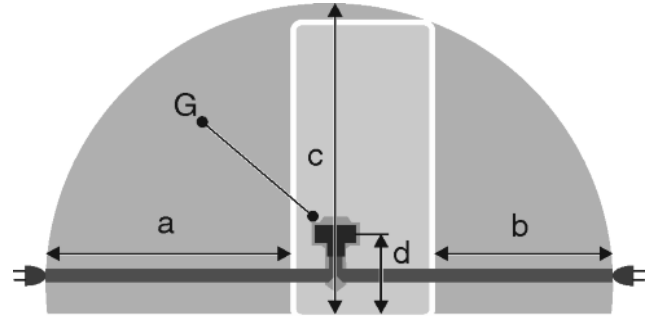

Fig. 27
- La prise de courant est en dehors de la zone postérieure de l'appareil dans la zone concernée. Fig. 27 (a, b, c)
- ▶ Introduire la la fiche de l'appareil Fig. 27 (G) au dos de l'appareil. Veiller à ce qu'elle s'introduise correctement.